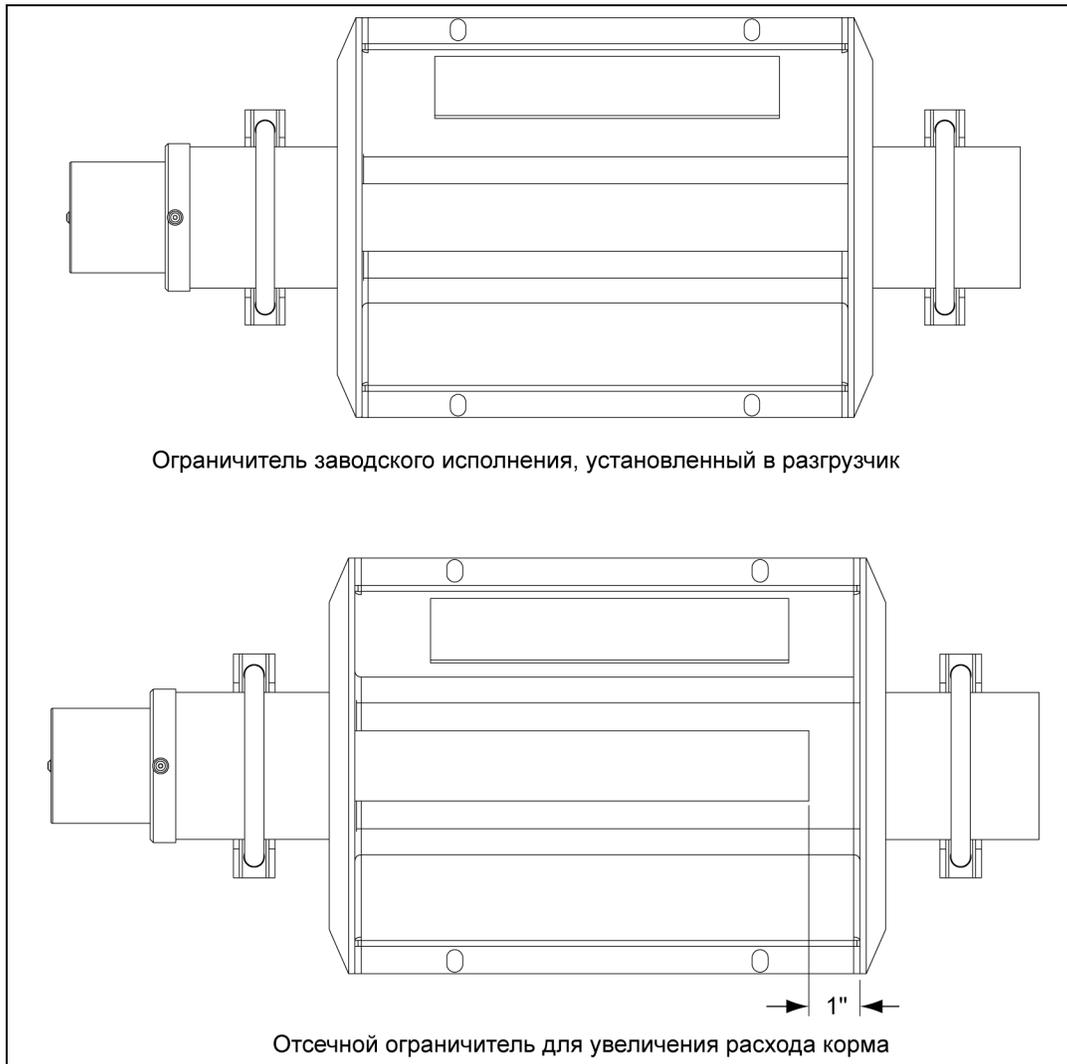

Рисунок 5G Регулировка ограничителя
2. Укоротите ограничитель на 1" (2,5 см). *См. рис. 5G.*